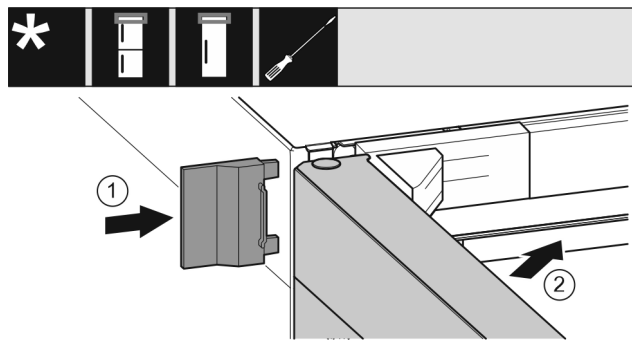

Fig. 28
- ▶ Coloque por deslizamiento la cubierta exterior Fig. 28 (1).
- ▶ Cierre la puerta superior Fig. 28 (2).